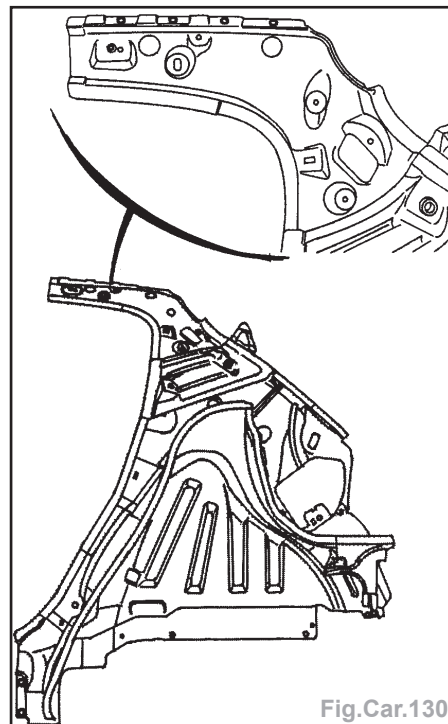

Fig.Car.130
- Percer des trous de Ø 6,5 mm pour soudage ultérieur par points bouchons (Fig.Car.130).